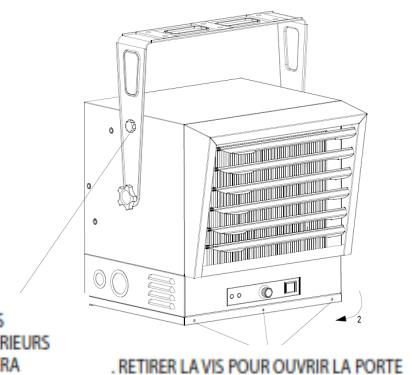

Figure 5
- 4) Si le radiateur doit être pivoté, l'angle utilisé doit correspondre aux encoches en trou de serrure, comme illustré à la figure 5.
- Pour pivoter le radiateur verticalement, dévissez les vis du support (voir la figure 5).
2. Pour incliner l'appareil verticalement, desserrez les vis du support (voir la figure 5).